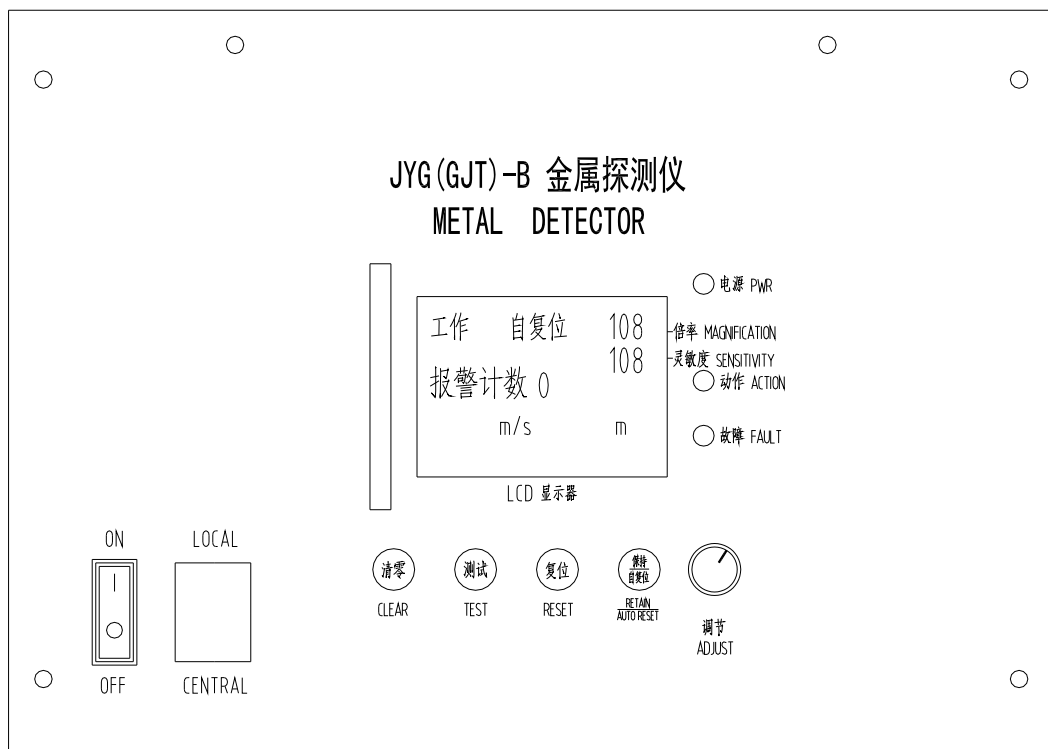

图 2
1、接通电源，探测仪开始启动，约 40 秒后进入正常工作界面，如图 2 所示。其中 LCD 显示器右上角的两行数字上面是倍率调节，下面是灵敏度调节。倍率及灵敏度调节的详细介绍见“第三章 金属探测仪调试方法及使用”。